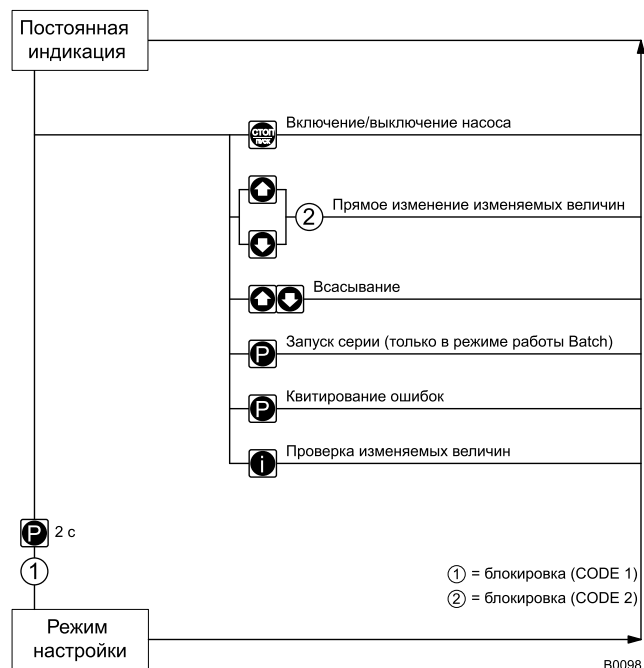

Рис. 38
- Выберите «CODE 1», чтобы заблокировать режим настройки (пункт ① в Рис. 38). В следующем пункте меню можно указать число, которое будет использоваться в качестве кода.
- Выберите «CODE 2», чтобы заблокировать возможность настройки прямо изменяемых величин в постоянной индикации (② в Рис. 38). В следующем пункте меню можно указать число, которое будет использоваться в качестве кода.